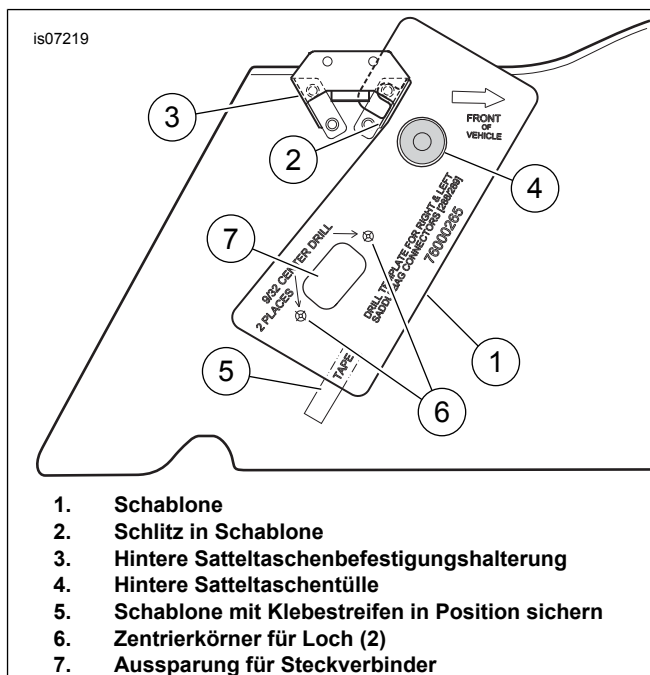

Abbildung 2. Bohrarbeiten an Satteltasche für 12-poligen Panelmontage-Steckverbinder
4. Siehe Abbildung 2. Den Schlitz (2) in der Schablone (1) über der hinteren Befestigungshalterung der Satteltasche (3) einhaken. Das Schablonenloch über der hinteren Tülle (4) ausrichten. Die Schablone wie in (5) dargestellt festkleben.
5. Die Lage der zwei Löcher (6) mit einem Zentrierkörner markieren. Den Umriss für die Steckverbinder-Aussparung (7) auf der Satteltaschen-Innenwand anzeichnen. Die Schablone entfernen.